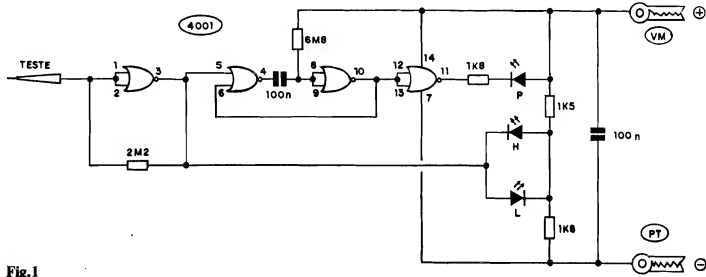

Fig.1
- FIG. 1 - DIAGRAMA ESQUEMÁTICO DO CIRCUITO - Conforme já foi mencionado, o circuito da PLCM "puxa" sua alimentação diretamente das linhas de energia positiva e negativa do circuito digital a ser analisado, com o que, todos os seus referências passam, automaticamente a ser assumidos pelo provador... O primeiro gate (pinos 1-2-3), com suas duas Entradas "juntadas", forma um simples inversor, no qual a Entrada geral (pinos 1-2) recebe uma polarização equivalente a cerca da metade da Tensão de alimentação, via resistor de 2M Ω , com o que, numa condição não muito comum num circuito puramente digital, também a Saída do dito gate (pino 3) se mantém nesse nível de Tensão (metade, aproximadamente, da "voltagem" de alimentação geral...). A dita Saída (pino 3) excita diretamente um par de LEDs em "anti-paralelo" (LED H, de "high", e LED L, de "low") cujos "outros lados" estão ligados, via resistores de 1K Ω e 1K Ω , a idêntico valor de Tensão (pouca coisa maior do que a metade da alimentação...). Dessa maneira, com a ponta de teste "livre", ou li-